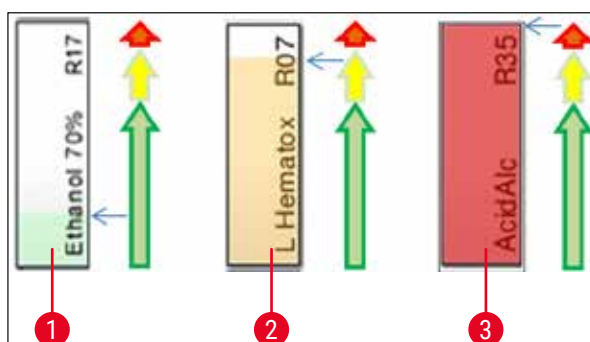

Fig. 70
- O culoare de fundal (→ "Fig. 70")
- Culoarea de fundal arată statusul consumului reactivului (→ "Fig. 70"). Pe măsură ce reactivul este consumat, bara de culori se ridică de jos în sus și se modifică culoarea pe baza stării consumului.